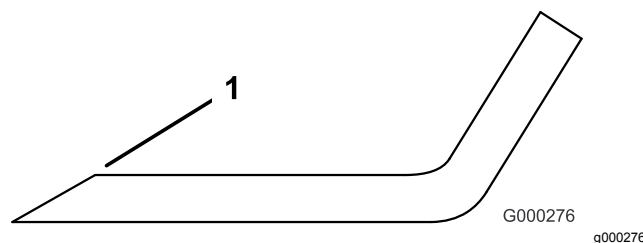

Figura 105
3. Esaminate l'affilatura di tutte le lame e affilate se risultano smussate o scheggiate (Figura 105).
Nota: Affilate soltanto la parte superiore del tagliente e mantenete l'angolo di taglio originale per garantire l'affilatura (Figura 105). La lama resta bilanciata soltanto se viene rimossa una quantità uguale di metallo da entrambi i taglienti.